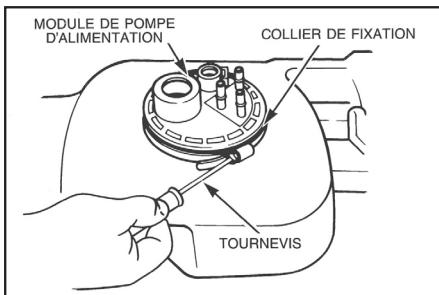

fig. 1
- B) Le module étant maintenu par la tension d'un ressort, il doit être maintenu pendant qu'on dépose le collier de fixation (*Voir fig. 1*). Après avoir déposé le collier, réduisez progressivement la pression de maintien et laissez le module sortir de lui-même.